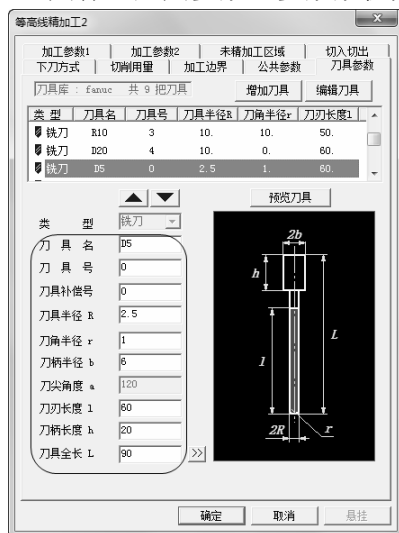

图 3-119 “刀具参数”选项卡
9) 单击“刀具参数”选项卡，选择刀具名称为“D5,r1”，D 代表刀具直径，r 代表刀角半径的圆鼻刀。具体“刀具参数”参数数值如图 3-119 所示。